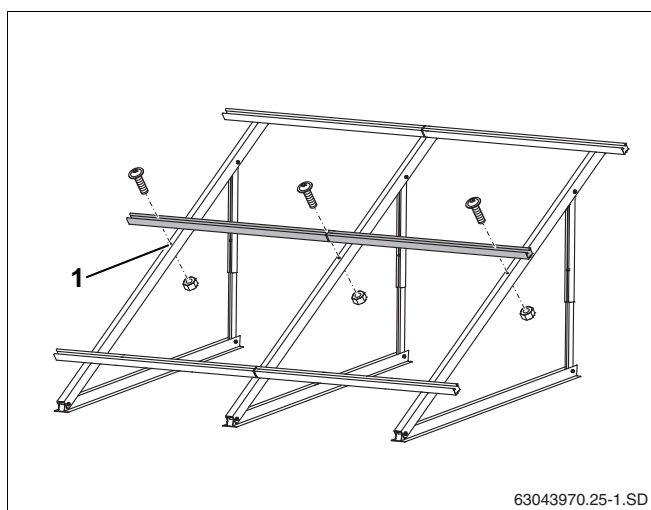

Fig. 35 Montering af endnu en profilskinne
- ▶ Fastgør de ekstra profilskiner som beskrevet i kapitel 5.5.2 "Montering af profilskiner" i profilens midterste hul (fig. 35, **pos. 1**).